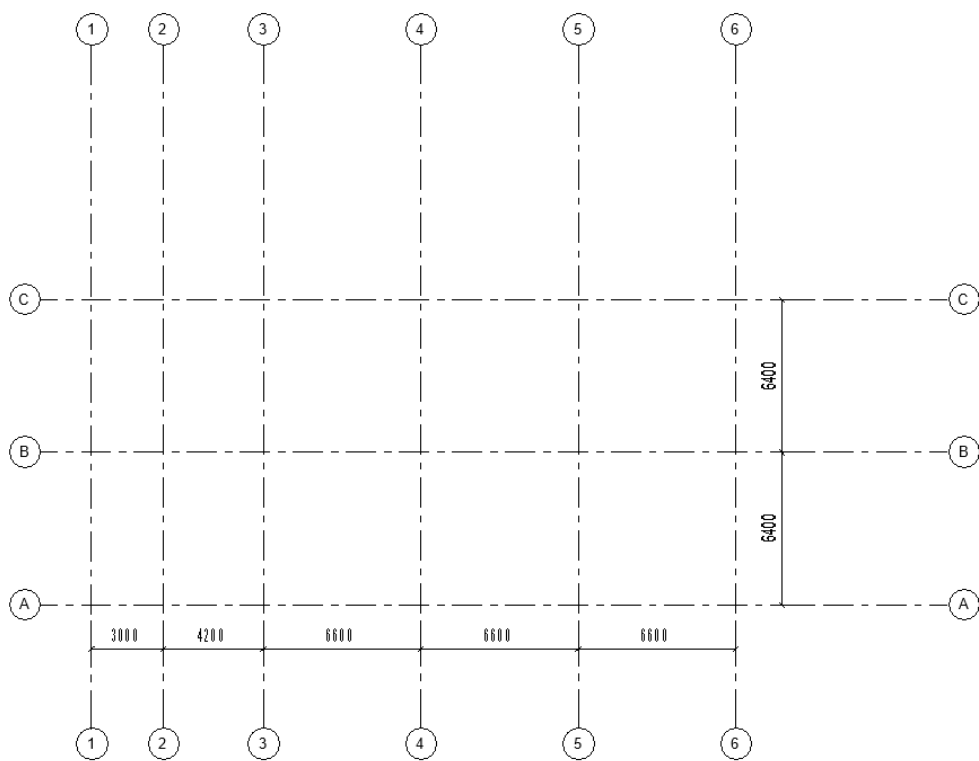

图 15-10 更改尺寸
(6) 选择轴线 2, 双击轴线 1 与轴线 2 之间的临时尺寸, 输入新尺寸为“3000”, 采用相同的方法, 更改轴线之间的距离, 具体尺寸如图 15-10 所示。